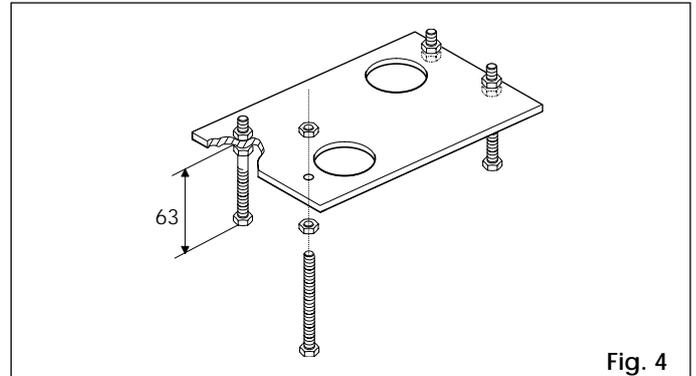

Fig. 4
- 1) Ensamblar la placa de cimentación de la manera ilustrada en la Fig. 4.